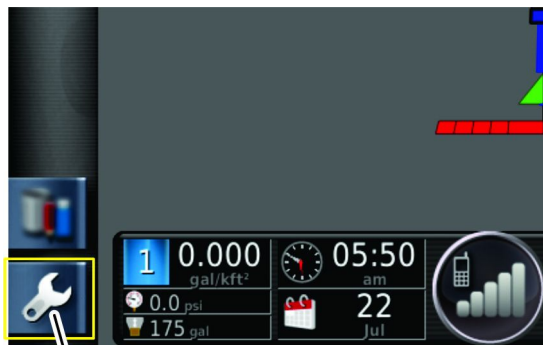

Figura 246
3. Pressione o ícone CONFIGURAÇÃO no ecrã principal (Figura 246).